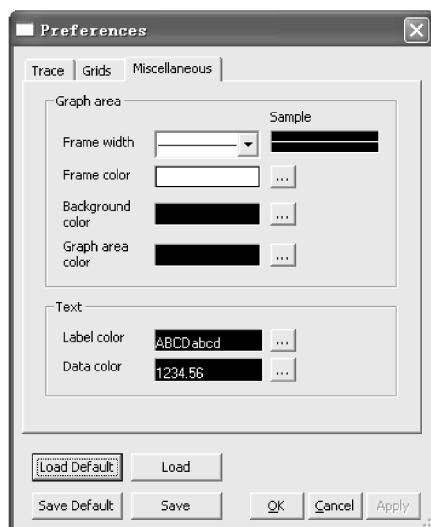

图 3-57 设置绘图区域和文本的属性
c. Miscellaneous 标签: 设置绘图区域和文本的属性, 如图 3-57 所示。